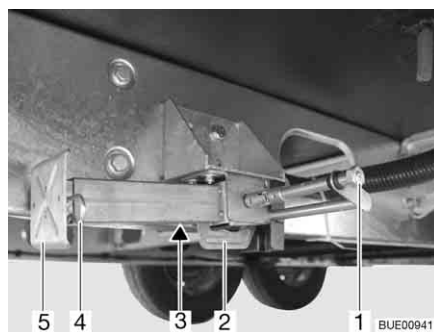

Fig. 32 Piedino di stazionamento
- Inserire la chiave a tubo nell'esagonale (Fig. 32,1) e ruotare fino a quando il piedino di stazionamento non si trova in posizione verticale verso il basso.
- Se la lunghezza del piedino di stazionamento è regolabile, sfilare la copiglia (Fig. 32,4) dal piede del prolungamento (Fig. 32,5).
- Inserire la chiave a tubo nell'esagonale (Fig. 32,1) e ruotare fino a quando il piedino di stazionamento non si stacca dal terreno.
- Spingere completamente all'interno il prolungamento dell'estremità del piedino (Fig. 32,5) e inserire la copiglia (Fig. 32,4) nel foro apposito.
- Girare sull'esagonale (Fig. 32,1), finché il piedino di stazionamento è orientato verso l'alto e la guida (Fig. 32,2) si trova proprio alla fine della scanalatura (Fig. 32,3).